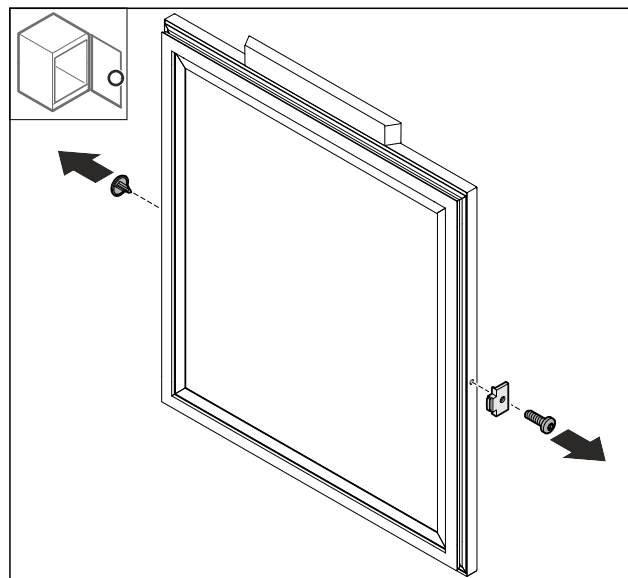

Fig. 47
- ▶ Usunąć Fig. 47 (1) osłonę.
- ▶ Zdemontować odbojnik drzwi Fig. 47 (2).